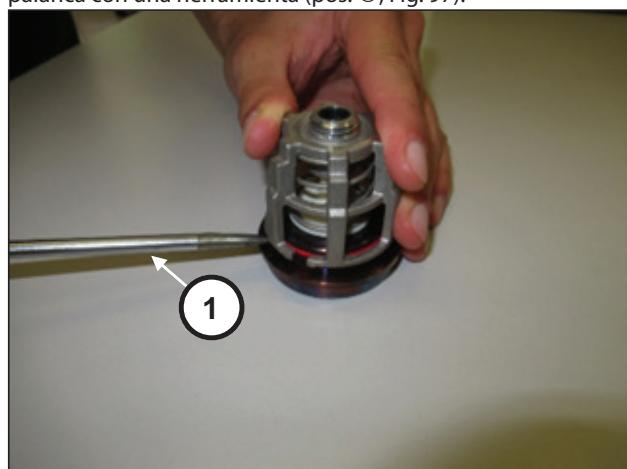

Fig. 97
Desmontar los grupos válvula de aspiración y envío haciendo palanca con una herramienta (pos. ①, Fig. 97).